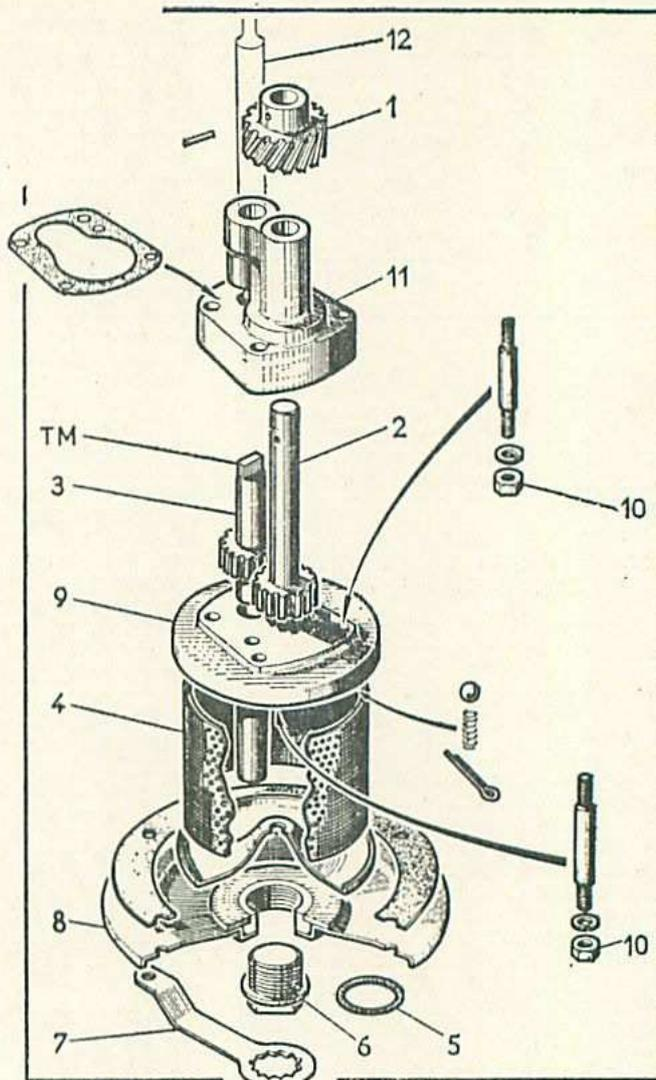

Fig. 7. — Ensemble pompe à huile
• Déposer la plaque de fermeture du carter, le filtre et le couvercle de pompe à huile, puis le bouchon (6) (fig. 7).